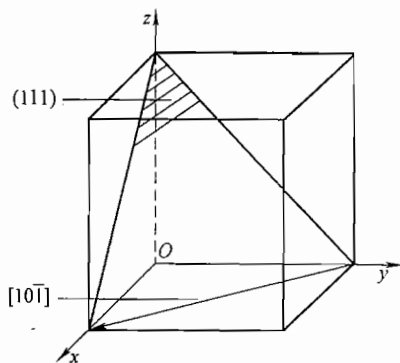

图 44-4 第一题第 2 小题解答图
(1) $(111) [10\bar{1}]$, 如图 44-4 所示。
(2) 交滑移系: $(1\bar{1}1) [10\bar{1}]$;